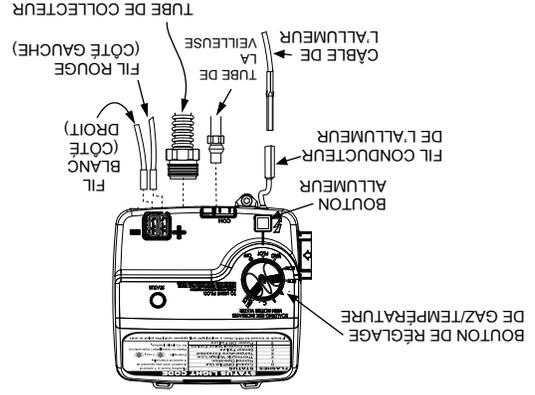

FIGURE 20.
4. Déconnecter le fil de l'allumeur du fil conducteur de l'allumeur. Utiliser une pince à bec effilé pour déconnecter les fils rouge (+) et blanc (-) de la thermopile. Déconnecter le tube de la veilleuse (clé 7/16 po SAE) et le tube du collecteur (clé 3/4 po SAE) au niveau du régulateur de gaz/thermostat (Figure 20). **REMARQUE :** Le tube du collecteur comprend un filetage à pas (à gauche) pour les systèmes au gaz G.P.L. Consulter la section « Tuyauterie de gaz » (Figure 3) et débrancher le raccord à joint rodé dans la tuyauterie de gaz. Débrancher l'autre tuyau du module de commande de gaz/thermostat.
8. Reconnecter le fil de l'allumeur (Figure 20).
6. Reconnecter le tube du collecteur (clé 3/4 po SAE) et le tube de la veilleuse (clé 7/16 po SAE) au régulateur de gaz/thermostat (Figure 20). Ne pas fausser le filage ou appliquer de mastic pour filage à ces raccords.
1. Mettre le bouton de la commande de gaz/température en position « ARRÊT (OFF) » (Figure 20).
5. Déconnecter ce qui suit du régulateur de gaz/thermostat : le tube de la veilleuse (clé SAE 7/16 po), le fil de l'allumeur (du fil conducteur de l'allumeur), et le tube du collecteur (clé SAE 3/4 po). Voir Figure 20.